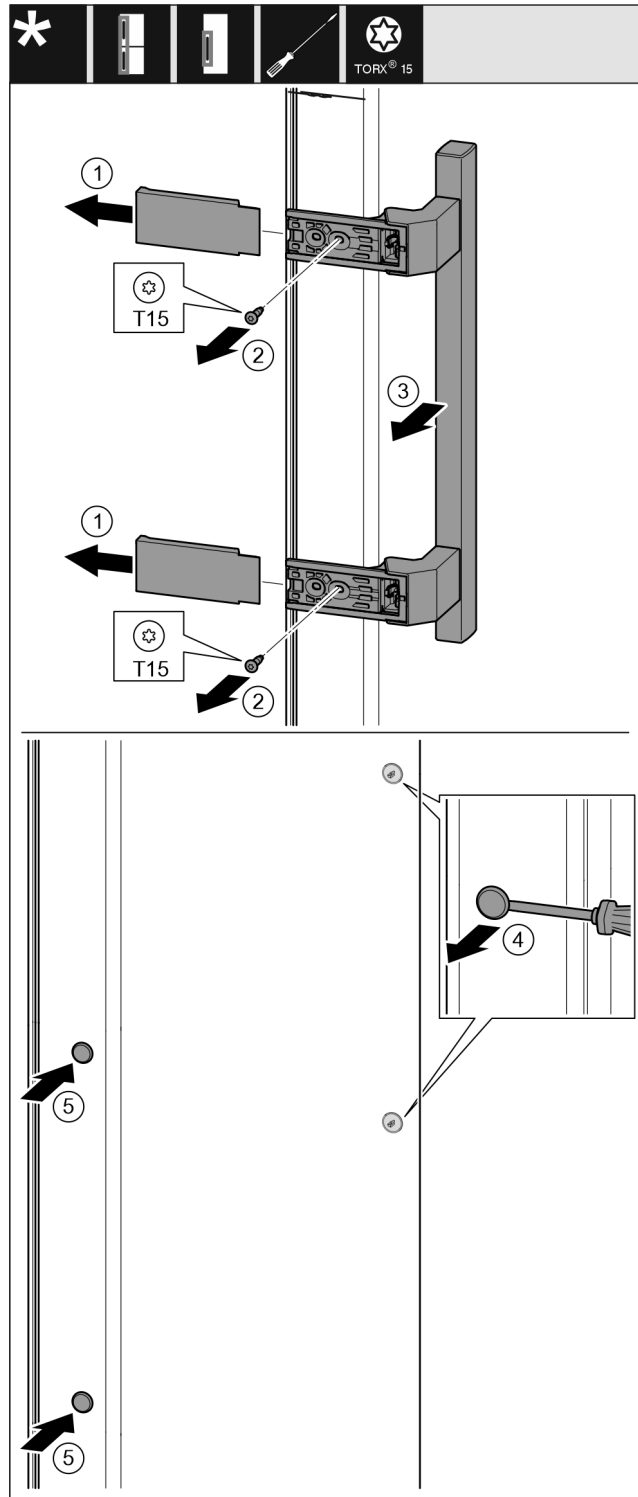

Fig. 10
- ▶ Hiqni kapakun mbulues. Fig. 10 (1)
- ▶ Lironi vidat me një kaçavidë Torx 15. Fig. 10 (2)
- ▶ Hiqni dorezën. Fig. 10 (3)
- ▶ Ngrini lart me kujdes tapat anësore me një kaçavidë me kokë petë dhe nxirrini jashtë. Fig. 10 (4)
- ▶ Vendosni sërish tapat në anën tjetër. Fig. 10 (5)